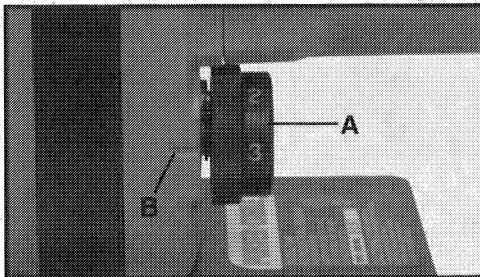

Fig. 8
L'orbite de lame peut être modifiée en tournant le bouton (A), Fig. 8, à n'importe laquelle de quatre positions indiquées par les numéros « 0 » à « 3 », « 0 » ne produisant aucune orbite et « 3 » produisant l'orbite maximale. L'orbite peut être réglée avec le moteur en marche ou à l'arrêt. Tourner le bouton (A), Fig. 8, pour aligner le chiffre produisant l'orbite désirée sur le repère (B), Fig. 8. La coupe des métaux doit être effectuée dans le réglage d'orbite « 0 ».